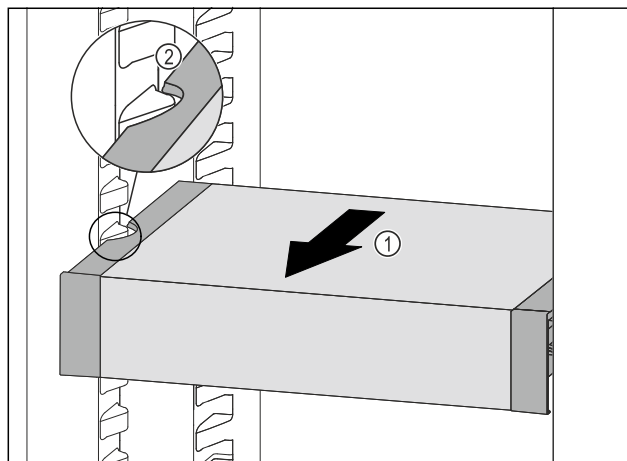

Fig. 138
- VarioSafe dras framåt Fig. 138 (1) tills sidofördjupningarna på VarioSafe är i samma nivå som behållarlisterna i kyldelen. Fig. 138 (2)